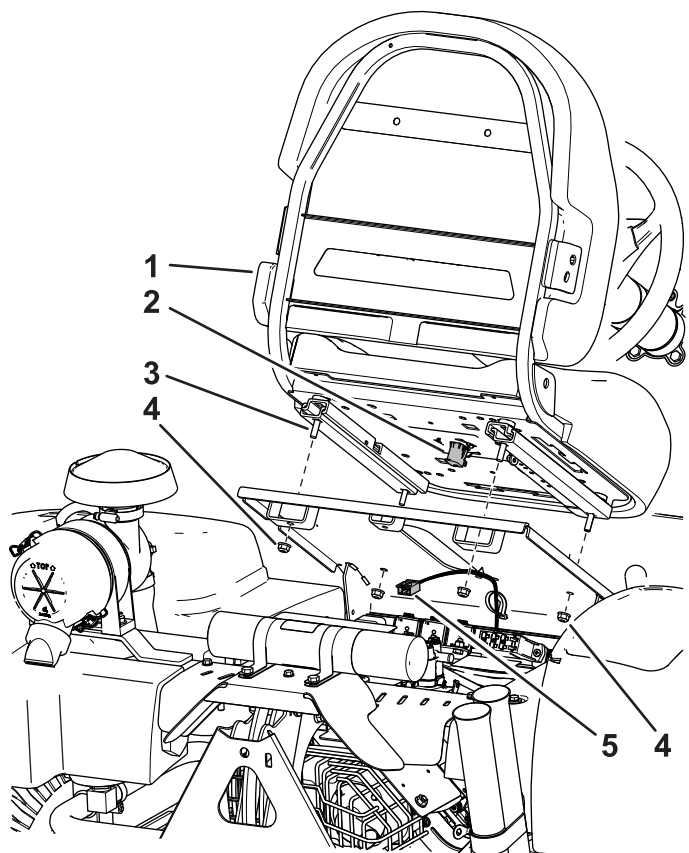

Figura 4
3. Fissate il sedile alla relativa base con i 4 dadi rimossi in precedenza; fate riferimento alla Figura 4.
4. Individuate il cablaggio preassemblato della macchina e collegatelo all'interruttore del sedile (Figura 4).